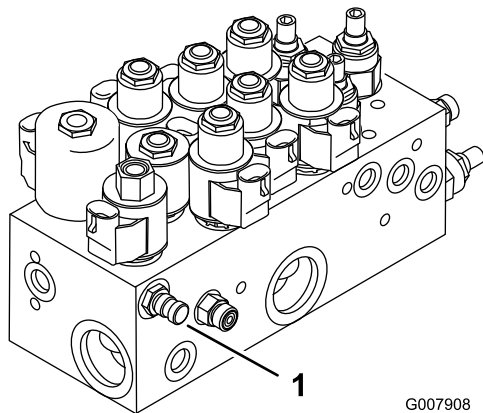
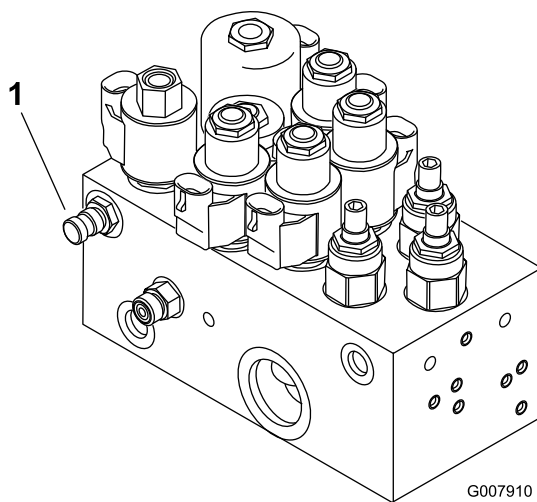

Figure 78
Figure 79
1. La prise d'essai A (Figure 78 et Figure 79) est utilisée dans les contrôles de dépannage du circuit hydraulique des vérins de levage.